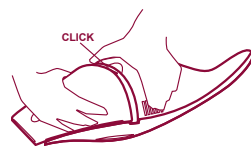

Рис. 13
- Поставьте резервуар на место; при этом насадку следует вставить в паз и нажать вниз до щелчка (рис. 13).